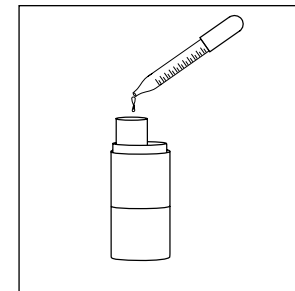

Figure 4
6. Assembler les pièces nettoyées du nébuliseur en mettant le piège dans la chambre de médication. Visser le couvercle du nébuliseur, tout en maintenant la chambre fixe. Ajouter le médicament prescrit à travers l'ouverture dans le couvercle, en utilisant un flacon compte-gouttes ou un récipient de dose pré-mesurée **Figure 4**.